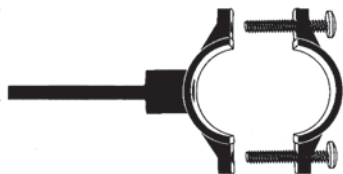

Рис. 13
3. Вставьте трубку в скобу хомута (**рис. 13**). Край трубки должен выступать примерно на 4-5 мм из внутренней части скобы. Затяните накидную гайку.